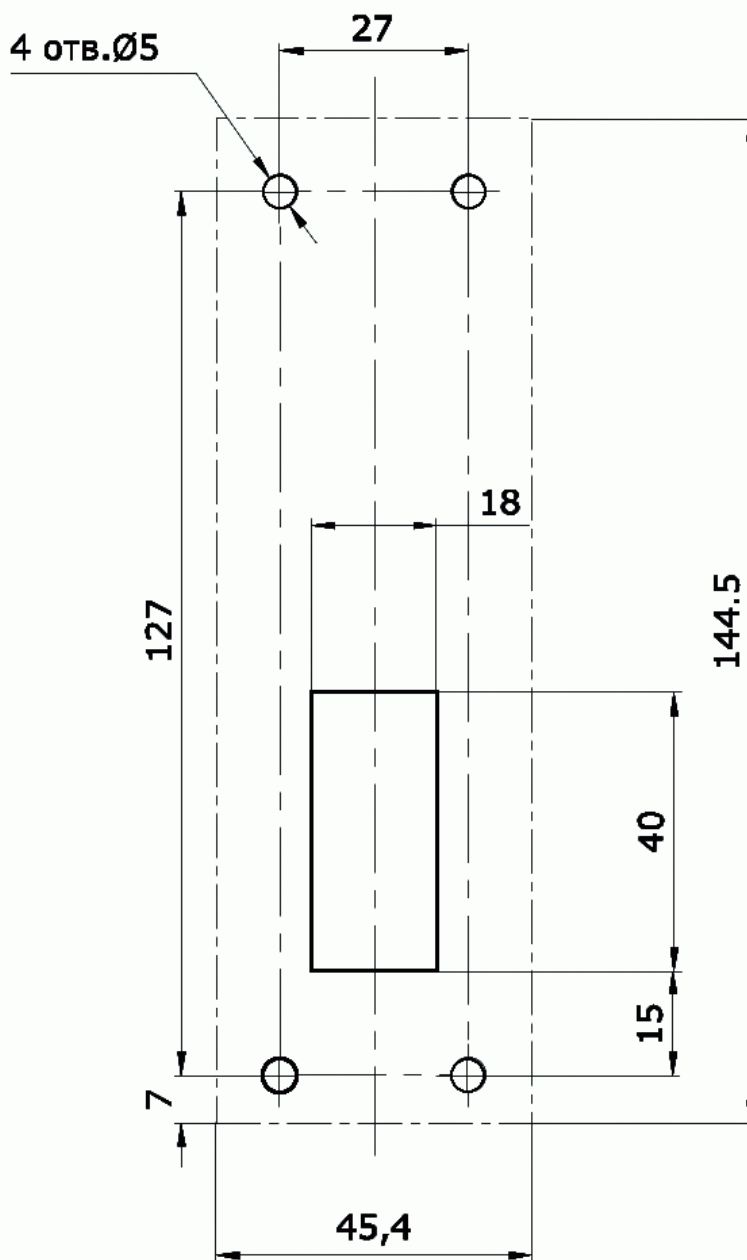

**Рис. 3 Установка считывателя за металлической поверхностью**
- При установке считывателя за металлической поверхностью, в ней необходимо вырезать окно, напротив которого, равноудалено от краев окна, и устанавливается считыватель (см. рис. 3), при этом размеры окна должны быть не менее 220x126 мм. Само окно может быть закрыто неметаллической вставкой (например, из пластмассы), а считыватель может быть утоплен вглубь окна на расстояние не более 20 мм от внешней стороны металлической поверхности – дальность считывания кода при таком способе монтажа считывателя уменьшается на 30 – 50%;